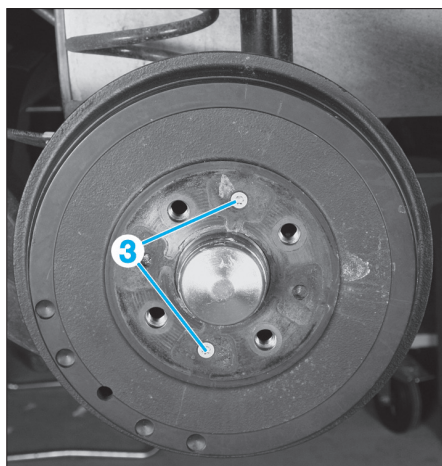

Fig. 10
- Faire levier (flèche A) à l'aide d'un tournevis plat afin d'amener vers soi le levier de frein à main (2).
- Repousser complètement vers l'arrière le levier de frein à main (2) (flèche B).
- Dévisser les vis de fixation (3) du tambour, puis le déposer (Fig.10).